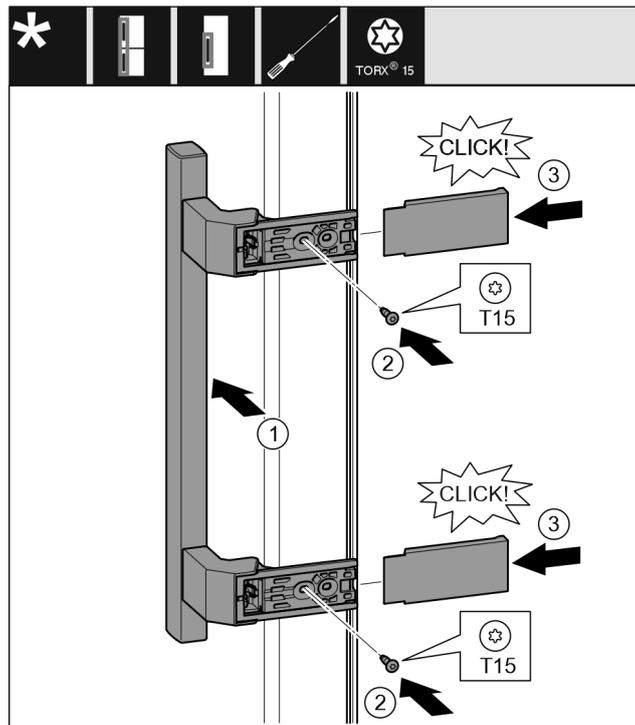

Fig. 40
- ▶ Sett håndtaket på på motsatt side. Fig. 40 (1)
- ▶ Skru fast skruene med skrutrekker T15. Fig. 40 (2)
- ▶ Sett dekslene på på siden, og skyv dem på. Fig. 40 (3)